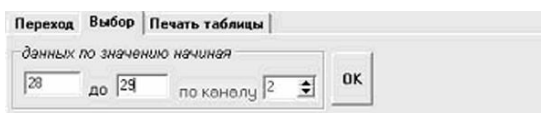

Рис. 20
**Выбор** (рис.20) производит выбор данных по значению и указанному каналу.
Выбирается канал, по которому будет фильтроваться значения, выбираются значения данных, по которым будет произведен отбор. Например, на рис.20 показано, что программа будет осуществлять поиск и отображение только тех данных, которые были измерены по каналу 2, со значением от 28 до 29 единиц.